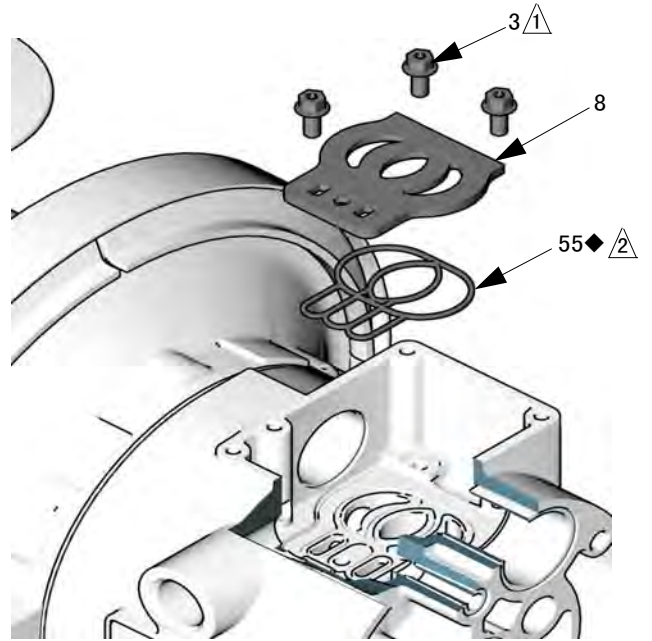

图 8
5. 检查阀板 (8) 情况。如果受损，应使用梅花头 (T20) 螺丝刀或 7 毫米 (9/32 英寸) 套筒扳手卸下 3 个螺钉 (3)。卸下阀板 (8)。见图 8。
2. 在铝芯外壳型号上，将阀板密封 (55) 装入阀孔底部的沟槽中。密封件插入沟槽时圆边必须朝下。见图 8。
3. 将阀板 (8) 安装到机孔内，密封件朝下。使用梅花头 (T20) 螺丝刀或 7 毫米 (9/32 英寸) 套筒扳手上 3 个螺钉 (3)。将螺钉拧紧至底部伸出机壳。见图 8。